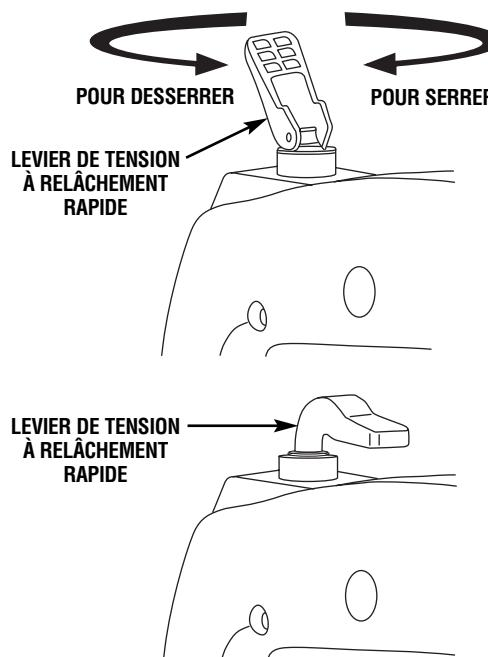

FIG. 7
1. Relâchez la tension de la lame en soulevant le levier de tension à relâchement rapide (fig. 7).
ATTENTION : Pour bouger le levier vers le bas, vous ne devez appliquer qu'une pression modérée et constante. Si vous avez besoin de beaucoup de pression, c'est que la lame est trop serrée. Relâchez la tension en tournant le levier de tension à relâchement rapide dans le sens opposé à celui des aiguilles d'une montre, un ou deux tours, puis replacez le levier de tension en position basse. Si le levier de tension est en position basse et la lame est trop lâche, vous pouvez augmenter la tension en laissant le levier de tension en bas et en le tournant dans le sens des aiguilles d'une montre jusqu'à ce que vous sentiez qu'il n'y a plus de jeu. Tournez alors le levier de tension UN tour complet dans le sens des aiguilles d'une montre. Cette pression de lame devrait convenir à la plupart des opérations de coupe et à la plupart des lames (fig. 7).